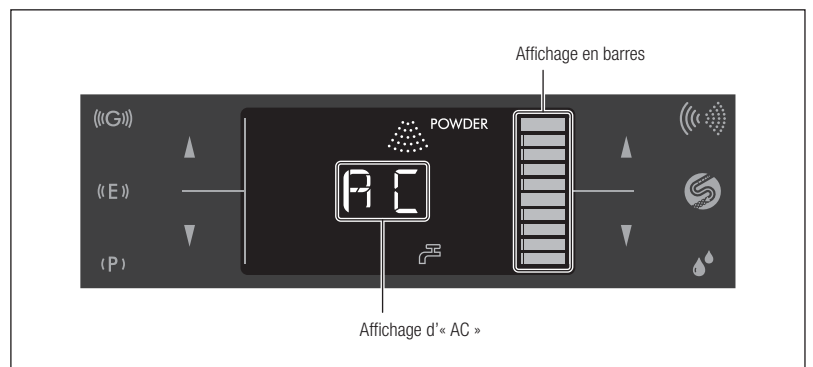

Fig. 37
- 6) L'autonettoyage dure environ 45 secondes. Pendant l'autonettoyage, « AC » apparaît sur l'écran LCD et le temps restant approximatif est matérialisé par l'affichage en barres (Fig. 37).